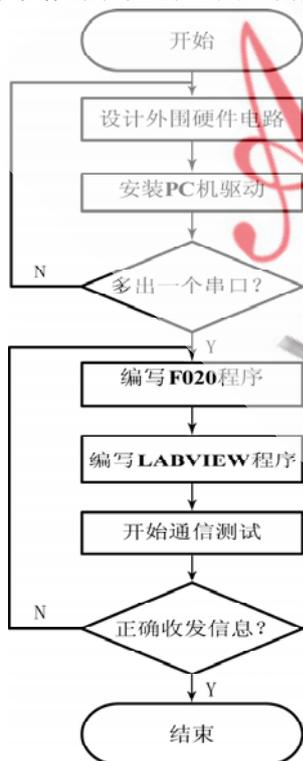

图 2 设计流程图
- (1) 硬件电路设计，主要是 FT245RL 芯片外围电路；
- (2) 软件设计与安装，主要包括上位机的程序设计、下位机程序设计和 PC 机驱动程序的选择与安装；
- (3) 所有硬软件准备就绪后，开始测试上下位机能否正确收发数据，完成整个设计，设计流程如图 2 所示。